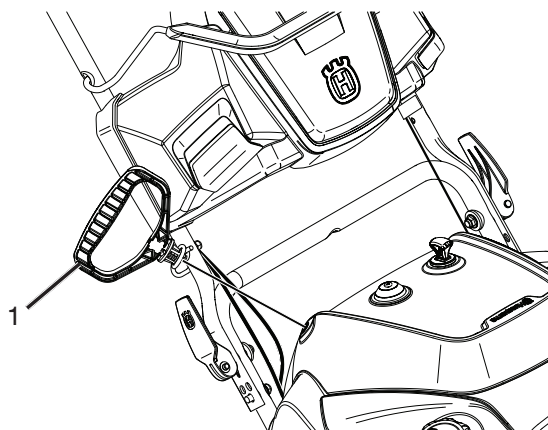
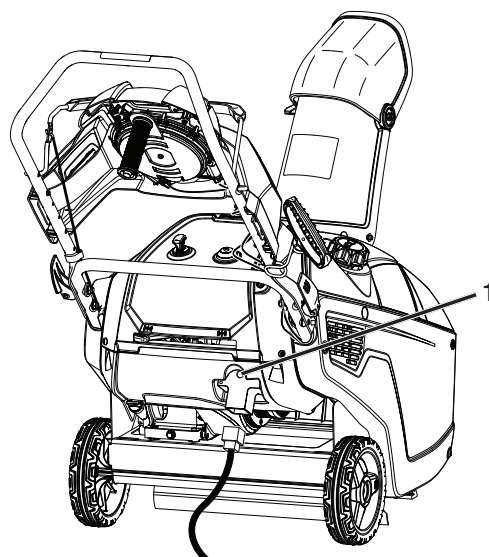

Figure 12
Figure 13
4. Tirer le lanceur à enrouleur (Figure 12) ou si votre souffleur à neige est équipé d'un démarreur électrique, brancher une rallonge au souffleur à neige et brancher l'autre extrémité dans une prise d'alimentation à trois trous 110 volts c.a., puis appuyer sur le bouton du démarreur électrique (Figure 13).
6. Débrancher la rallonge de la source d'alimentation et de la souffleuse à neige (Figure 13).